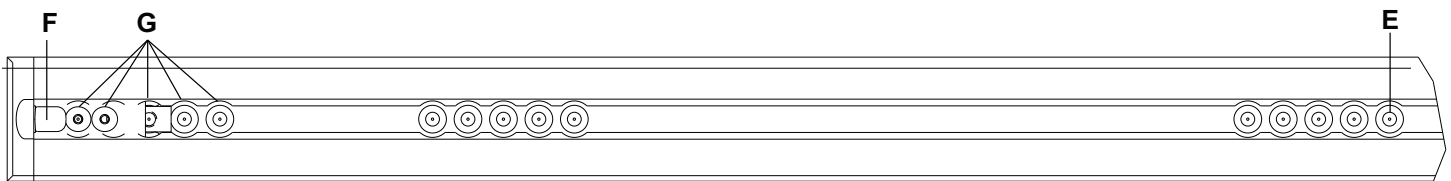

Figura 10 – Posizione localizzatore piastra a pavimento - lato piedi
Nota - Se in precedenza è stata installata la piastra a pavimento senza il cavo di ancoraggio al veicolo, misurare 3 o 7 pollici (7,6 cm o 17,8 cm) verso il lato testa dalla posizione E del localizzatore (Figura 10). Marcare la posizione al centro del canale. Questa sarà la posizione di ingresso elettrico. Vedere la sezione Installazione della piastra a pavimento (6390-109-020) per istruzioni sul collegamento elettrico.
Nota - Il gancio di sicurezza (F) e le posizioni dei fori di montaggio supplementari (G) sono illustrati solo a titolo di riferimento (Figura 10). Non servono per l'installazione del sistema **Performance-LOAD**.